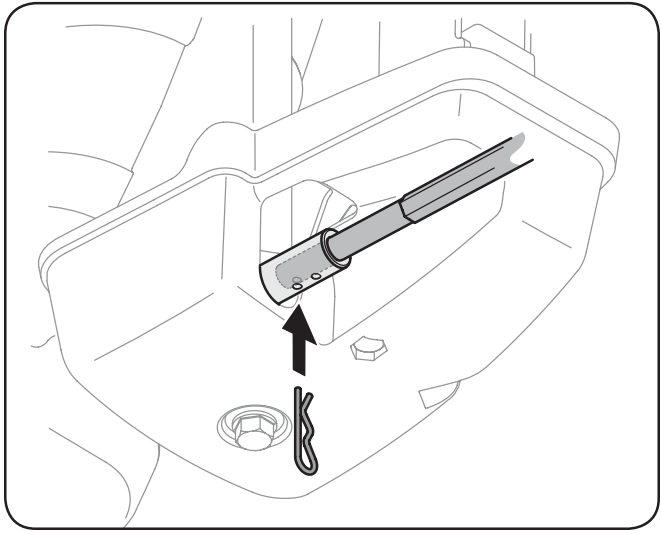

Fig. 3-9
7. Poussez la tige hex. vers le panneau de bord jusqu'à ce que le trou dans la tige hex. s'aligne avec le trou le plus proche dans l'ensemble de rotation de la goulotte et insérez la goulotte fendue. Voir la Figure 3-9.